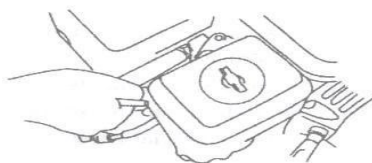

Fig. 22
2) Desenroscar la bujía y controlar si hay signos de desgaste alrededor o lesiones en la guarnición; en este caso cambiarla por una nueva. Antes de volver a montar una bujía, limpiarla con una cepillo metálico (fig. 22).